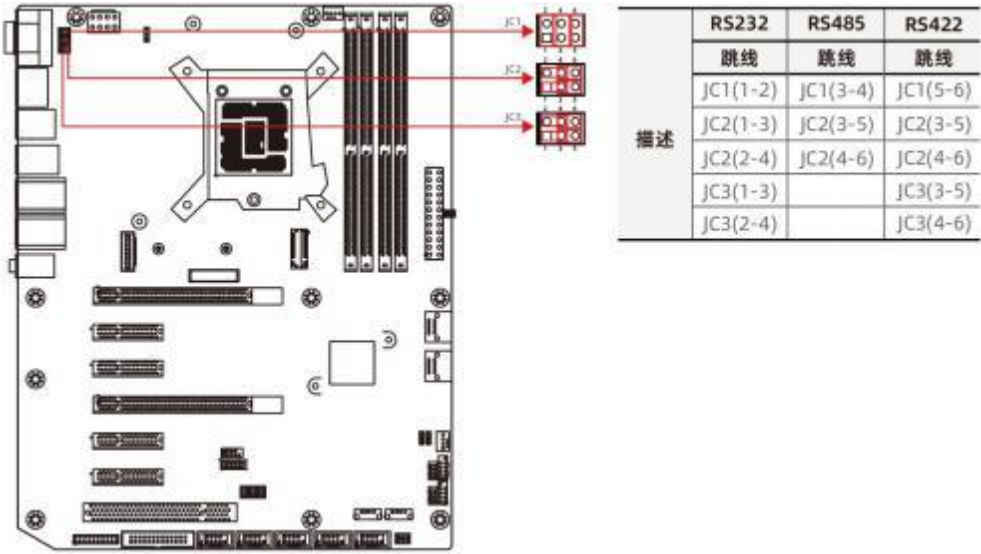

图 5-5 JC1/JC2/JC3 跳帽接口
- JCOM2 为主板内置串行通信接口连接器，COM1 为主板外置串行通信接口连接器，二者均可以通过串口线材引出串口，如图 5-5 所示。JCOM2/COM1 支持 RS232/422/485 三种模式。
- JC1/JC2/JC3 为 COM1 的 R232 和 R485 和 R422 模式切换跳帽，如图 5-5 所示。若硬件 jumper 设置为 RS232 或 RS485，同时需要在 BIOS 里同时将此选项设置为 RS232 或 RS485。